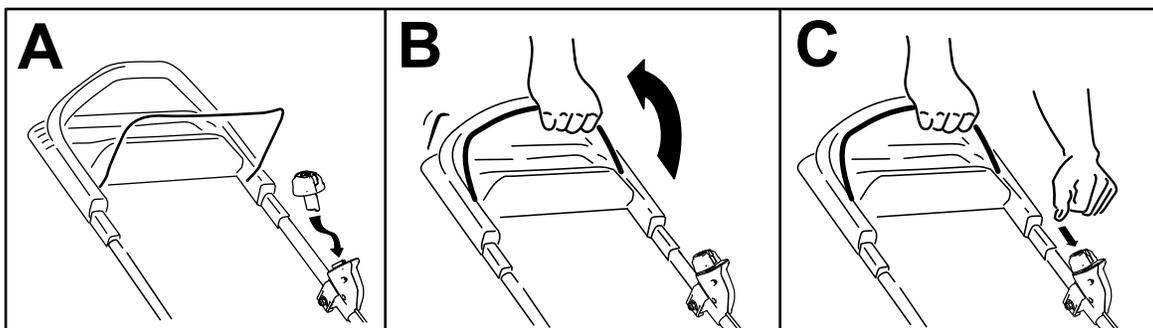

Bild 10
2. Führen Sie den Elektrostarttaster in den Elektrostartschalter (A in Bild 10).
3. Drücken Sie den Schaltbügel und halten Sie ihn gegen den Holm (B in Bild 10).
4. Halten Sie den Elektrostarttaster gedrückt, bis der Motor startet (C in Bild 10).